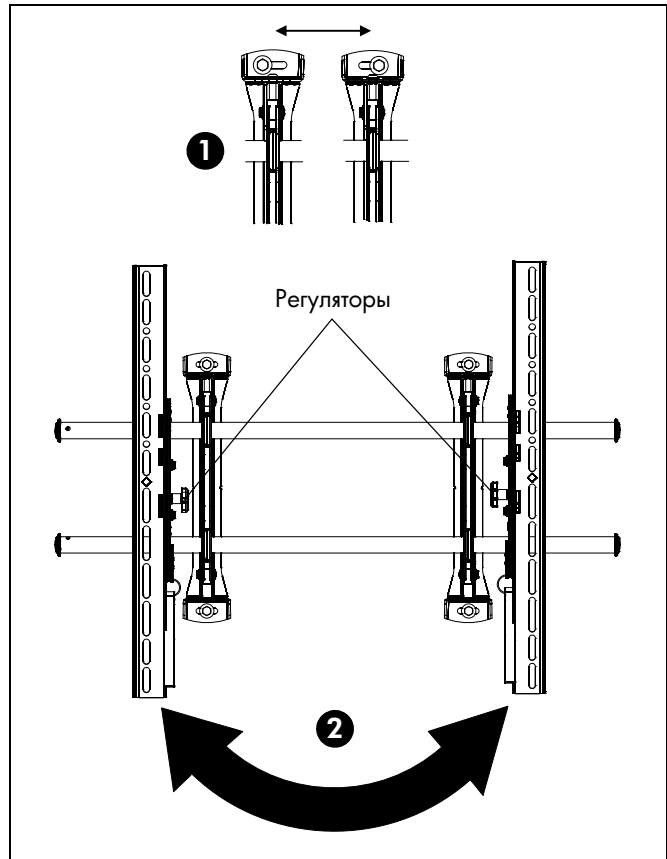

рис. 5
1. Кронштейны можно сдвинуть горизонтально в ту или другую сторону относительно точки крепления. (См. рис. 5)
2. Левый и правый соединительные кронштейны можно поменять местами, используя регуляторы, расположенные с внутренней стороны соединительных кронштейнов модели XTM. (См. рис. 5)